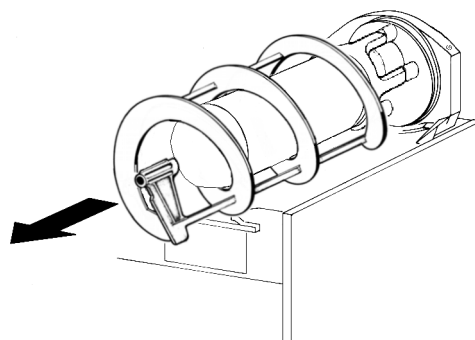
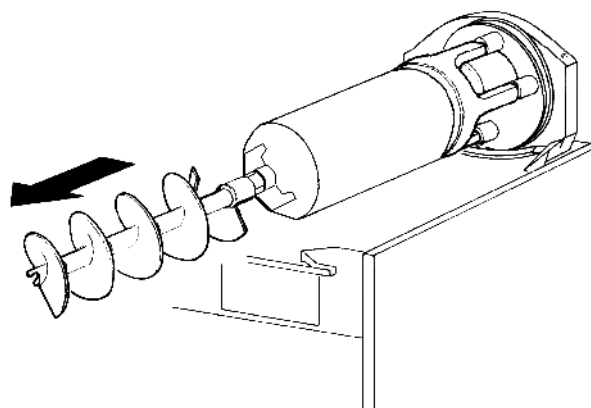

figura 7
figura 8
- 3 - Desenfilarse del evaporador el rascador exterior (ver figura 7) y después el rascador interior. Remover frecuentemente la guarnición posterior apretándola hasta que no se pierda el efecto ventosa. (ver figura 8)